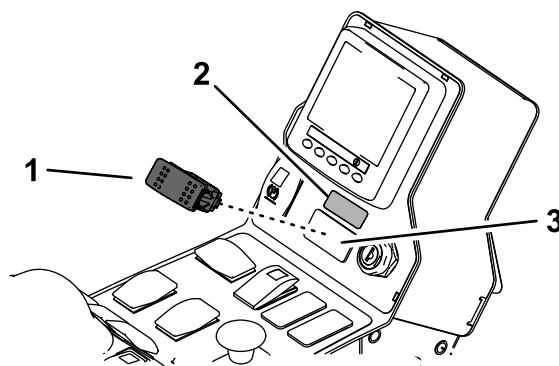

Рисунок 4
3. Удалите заглушку с панели управления и установите переключатель (Рисунок 4).
4. Прикрепите наклейку вспомогательного тормоза над переключателем (Рисунок 4).